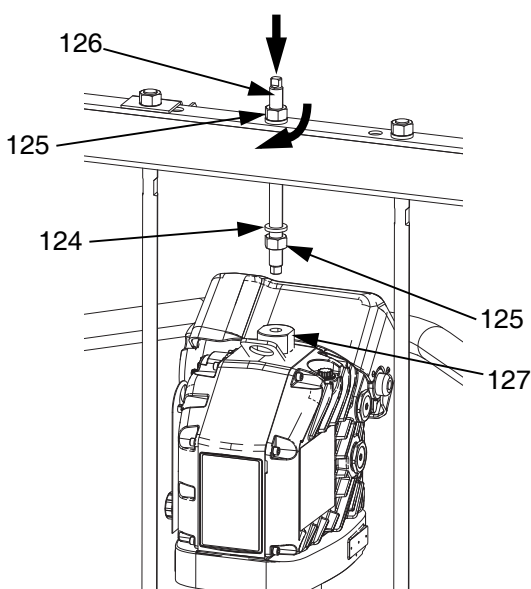

FIG. 30
- b. Instale a haste roscada (126) através do orifício no centro da travessa. Instale as anilhas (124) e porcas (125) de travamento na haste roscada (126), tanto acima como abaixo da travessa. Utilize uma chave inglesa para prender o adaptador do anel (127) e aperte a haste roscada (106) de encontro ao adaptador do anel (127) utilizando outra chave inglesa. Consulte a FIG. 30.
- c. Aperte a porca (125) abaixo da barra de cruzamento para 25 pés-lb (34 N•m) no máximo.
- d. Aperte a porca (125) acima da barra de cruzamento para prender o acionador no lugar.